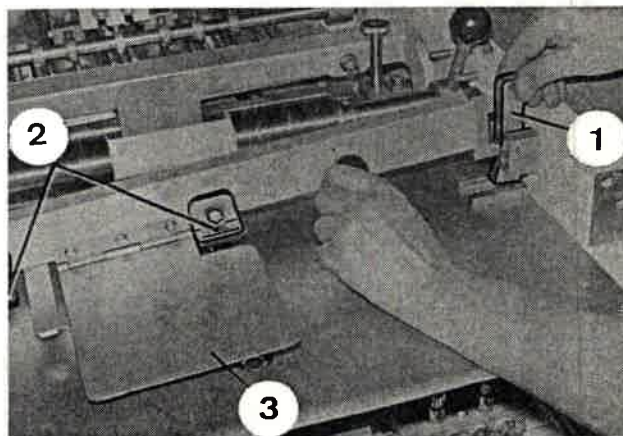

Bild 155
6. Bei Maschinen mit Prägestation Sperrklinke (Bild 155/1) zurückdrücken, Gegenlager (Bild 155/2) und Niederhalter über der Fotozelle (Bild 155/3) hochklappen.